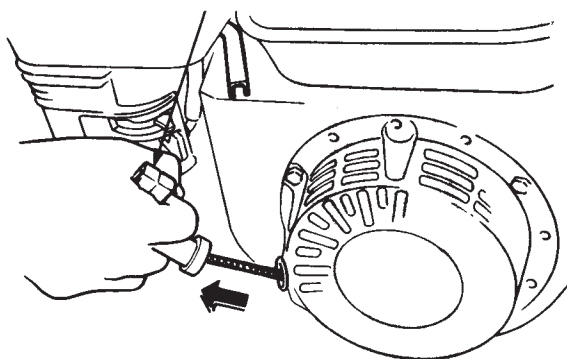

Figure 15. Poignée du démarreur
5. Prenez la poignée du démarreur (Figure 15) et tirez-la lentement vers l'extérieur. La résistance devient plus grande dans une position spécifique. Elle correspond au point de compression. Enroulez la corde un peu de ce point et tirez vers l'extérieur d'un coup sec.